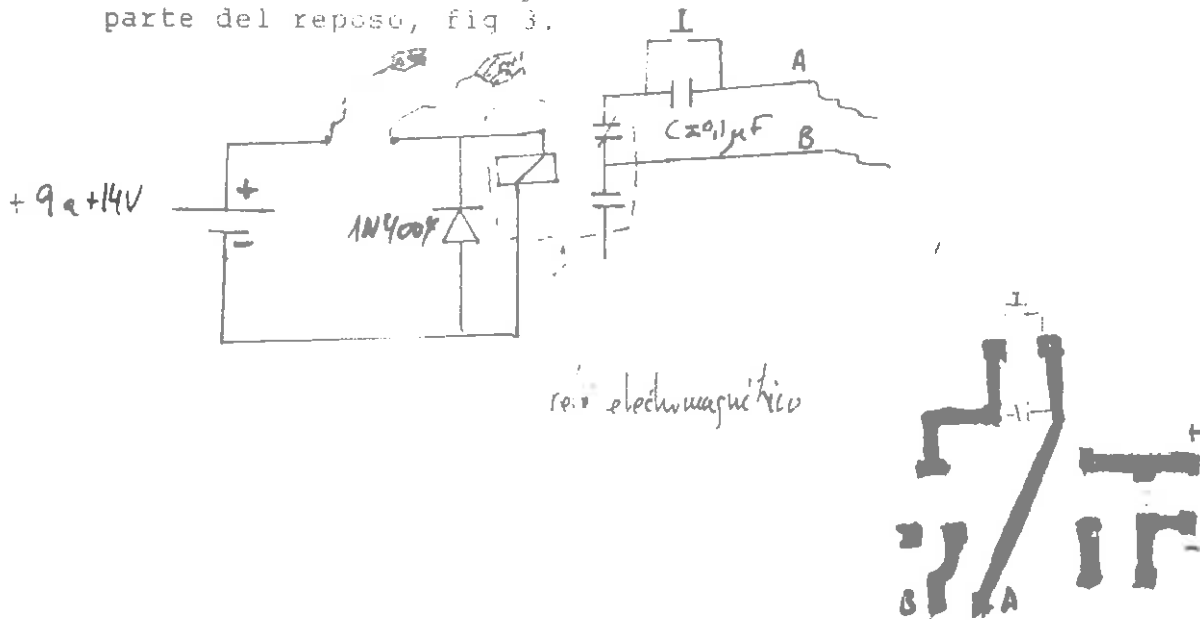

fig 3.
2. Circuito eléctrico para conectar el cronómetro con bola que parte del reposo, fig 3.